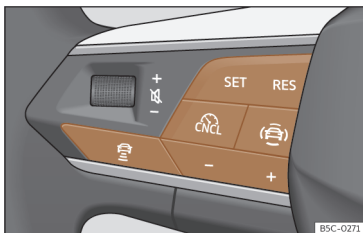

**Fig. 138** No volante multifunções: botões para utilizar o ACC.
- Pressione o botão do volante multifunções >>> **Fig. 138**.
- Para começar a regulação pressione o botão **SET** >>> **Fig. 138**.
- Pressionar o botão e, em seguida, o botão + ou - >>> **Fig. 138**.
- Pressione brevemente o botão >>> **Fig. 138** ou pressione o pedal do travão.